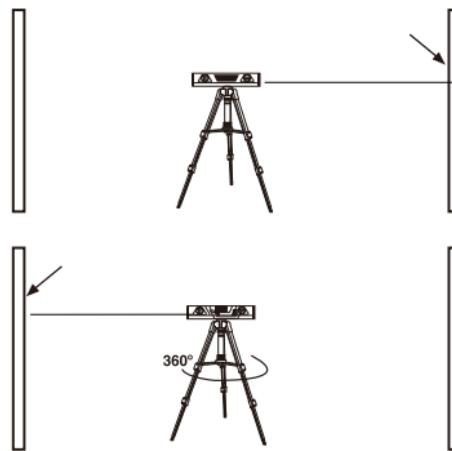

Рис.13
5) Лазерный излучатель спроектирует точку на заданную поверхность (см. рис.13). Размер и форма лазерной точки будет зависеть от температуры, расстояния и материала заданной поверхности.